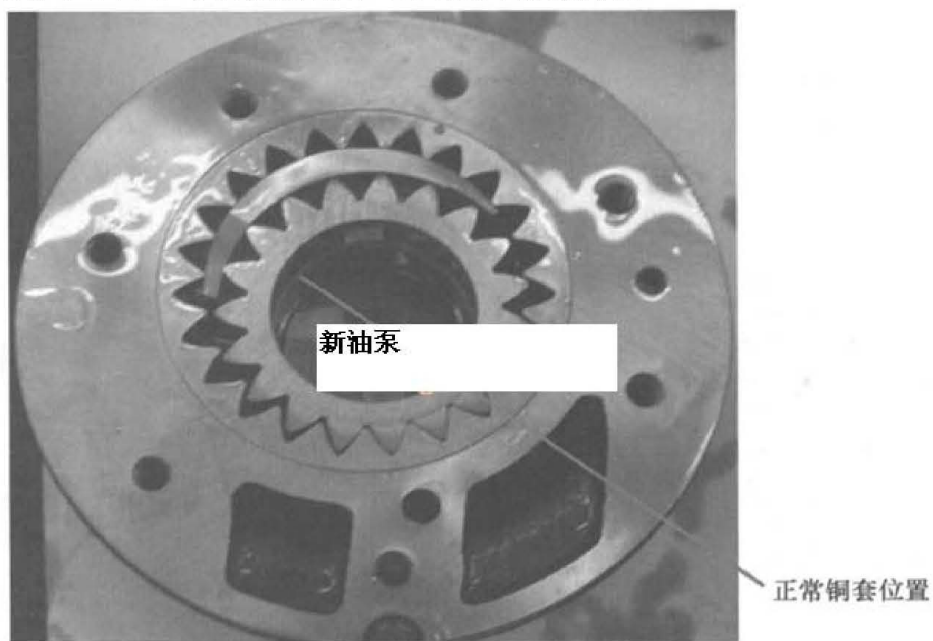
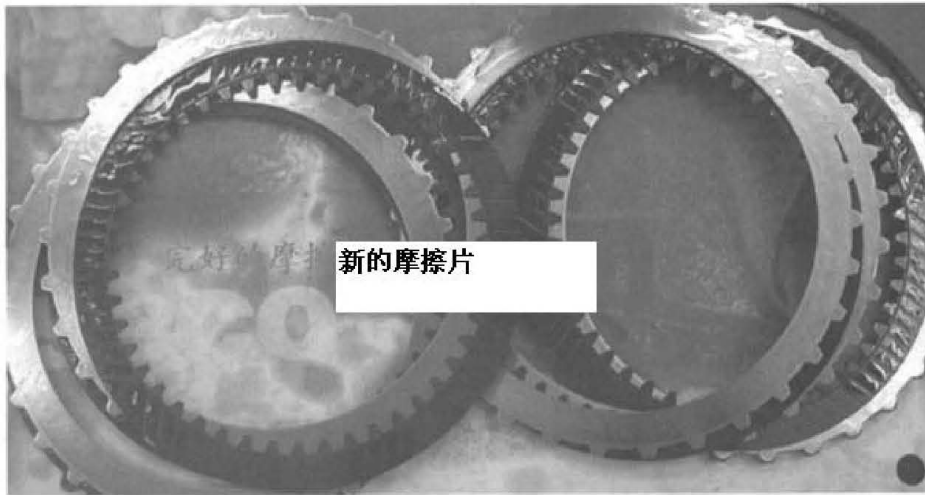

图4 新油泵
图5 新的摩擦片
- 4). 更换烧损摩擦片、变矩器、油泵等部件（图 4 和图 5），装车试车，故障排除。在刚刚试车时，虽说不再漏油，但换档时有微冲的感觉。经过长时间的路试，适应升降档，无明显感觉，至此故障彻底排除。